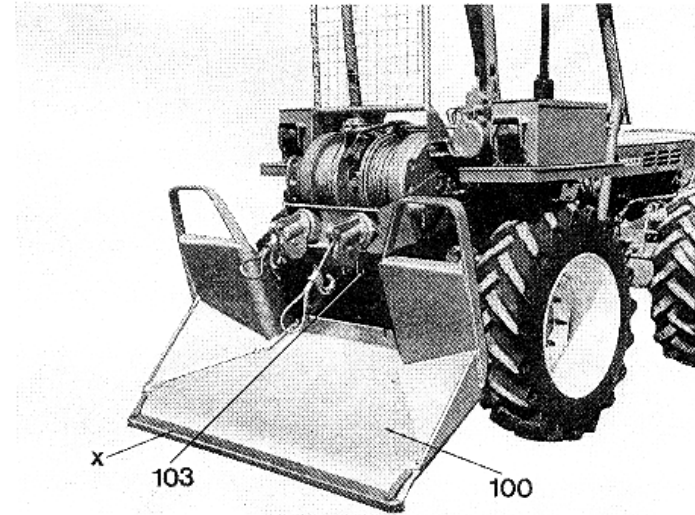
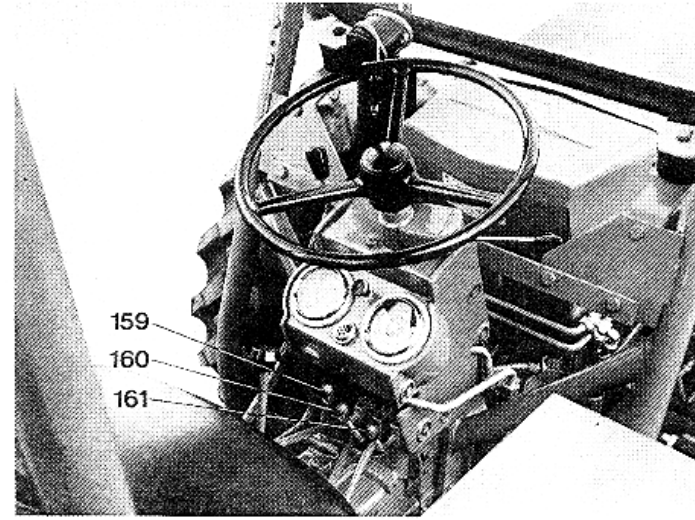

Abb. 32
Abb. 44
1. Bergstütze (100 Abb. 32) mit Betätigungshebel (159 Abb. 44) ablassen und in den Boden drücken.
Dieser Windenanbau ermöglicht das Mitführen eines Anhängers durch Anstecken der normalen Anhängerkupplung (103 Abb. 32) sowie Benützung der Zapfwelle.
Mit Betätigungshebel (159 Abb. 44) wird die Bergstütze betätigt.
Mit Betätigungshebel (160 Abb. 44) wird die Frontpoltereinrichtung betätigt.
Mit Betätigungshebel (161 Abb. 44) wird das Polterschild betätigt (nur bei Type 5036-2 vorhanden).